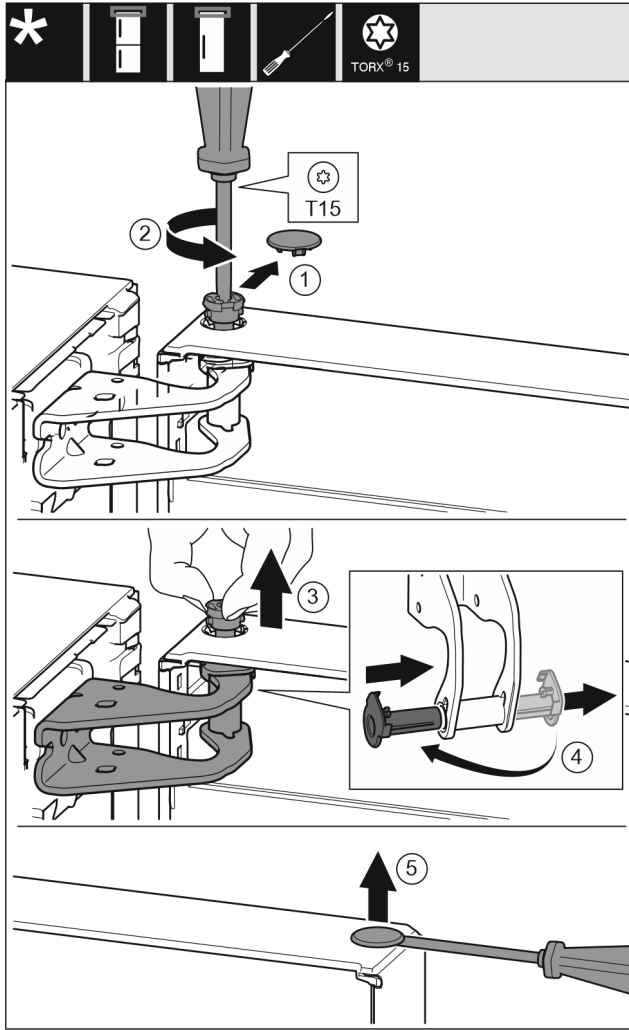

Fig. 9
- ▶ Vedä suojakansi varovasti irti. Fig. 9 (1)
- ▶ Kierrä tappia T15-ruuvimeisselillä hieman ulos. Fig. 9 (2)
- ▶ Pidä kiinni ovesta ja vedä tappi ulos sormien avulla. Fig. 9 (3)
- ▶ Vedä laakeriholkki ulos ohjaimesta. Aseta toiselta puolelta paikoilleen ja anna lukittua. Fig. 9 (4)
- ▶ Kohota ovilaakeriholkkin nastaa varovasti uraruuvimeisselillä ja vedä se ulos. Fig. 9 (5)